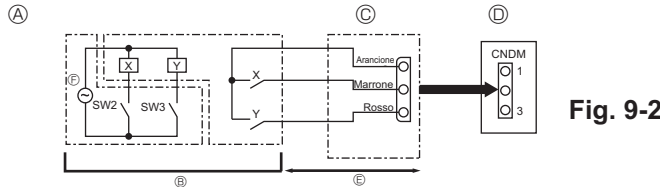

Fig. 9-2
9.2. Funzione a richiesta (modifica in loco) (Fig. 9-2)